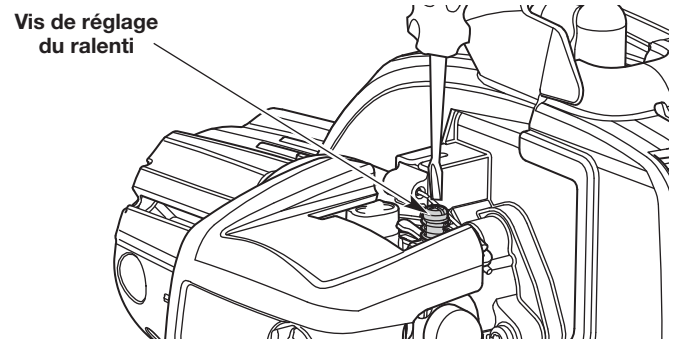

Fig. 16
- Si le moteur s'arrête, insérez un petit tournevis à pointe cruciforme pour tourner la vis du ralenti dans le sens horaire, de 1/8 de tour à la fois (comme nécessaire) jusqu'à ce que le moteur tourne au ralenti (Fig. 16).
- Si le moteur tourne trop rapidement au ralenti, tournez la vis de ralenti dans le sens antihoraire, d'un 1/8 de tour à la fois (si nécessaire) pour réduire la vitesse de ralenti (Fig. 16).